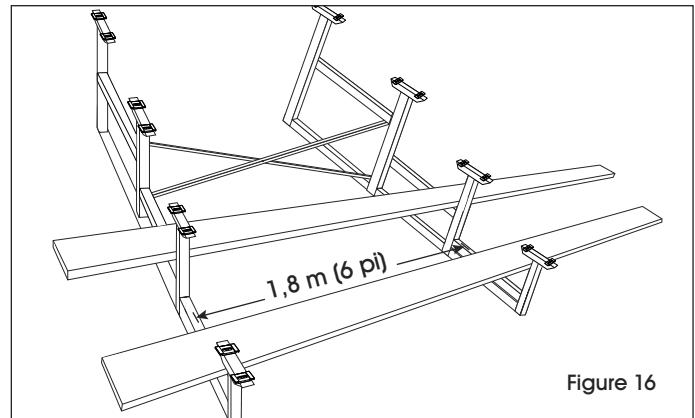

Figure 16
9. Vérifiez que le cadre est bien droit et d'équerre. Une distance de 1,8 m (6 pi) doit séparer le milieu du cadre gauche de la planche repose-pieds et le milieu du cadre droit de la planche repose-pieds. (Voir Figure 16)